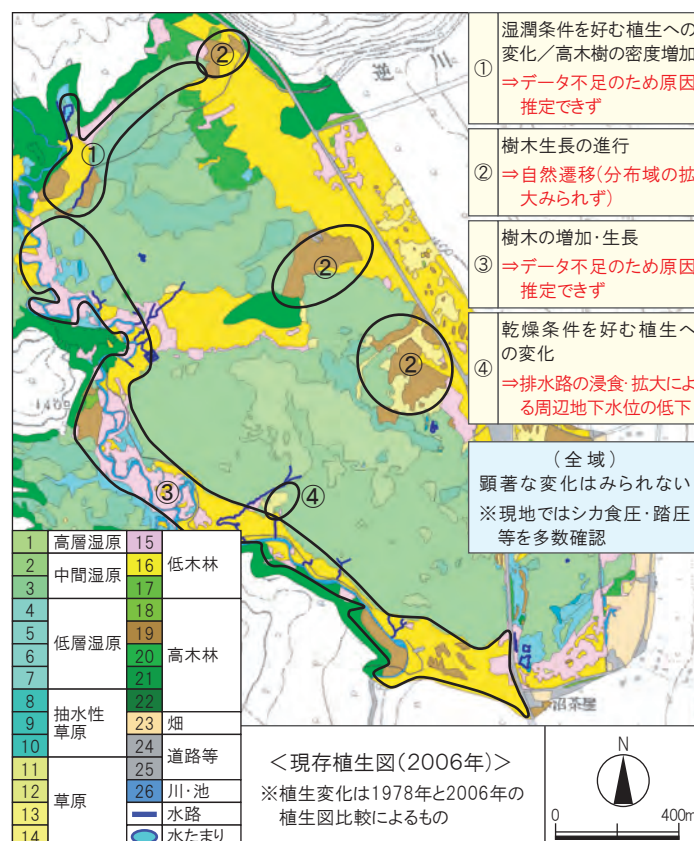

図2 湿原植生の変化と原因の推定図
湿原植生が変化した箇所と、その変化原因の推定結果を図2に示しました。湿原内部では、顕著な変化はみられておらず、湿原植生は概ね維持されているものと推測されましたが、シカによる食圧や踏圧等により植生が劣化している箇所が多数確認されました。
また、湿原内に位置する排水路沿い(図2の④)では、乾燥条件を好む植生への変化がみられ、排水路の浸食・拡大に伴う地下水位の低下による影響と考えられました。
一方、逆川沿い(図2の①)においては、湿潤条件を好む植生へ変化した場所や高木樹の密度が増加した場所等が確認されましたが、地形や地下水位の変化等の検証に足るデータが少なく、その原因の推定には至りませんでした。